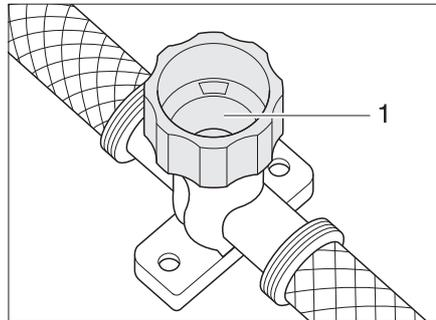

Bild 135 Ablasshahn für Therme
- Ablasshahn schließen. Dazu Kappe (Bild 135,1) im Uhrzeigersinn drehen.
- Ablasshahn der Therme öffnen. Dazu Kappe (Bild 135,1) entgegen dem Uhrzeigersinn drehen.